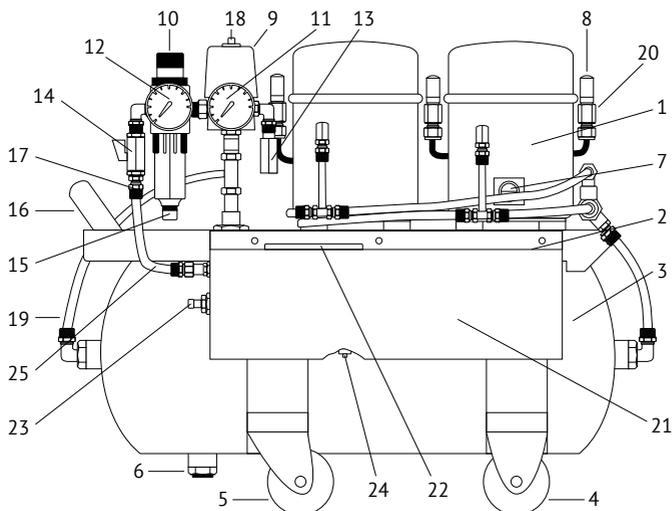

Рис. 1. Компрессор К-25:
4.1 Внешний вид панели показан на Рис. 1.
6.4 Убедившись, что выключатель 18 (Рис.1) выключен, подключите компрессор к сети переменного тока 220 В, 50 Гц, имеющей заземляющий контакт.
7.2.1 Закройте *кран 14 (Рис.1)*.
7.3.1 Закройте *кран 14 (Рис. 1)*.
7.3.2 Соедините *шлангом 25 штуцер компрессора 17* с входом блока усилителя, как показано на *Рис. 1*.
7.4 При кратковременных перерывах в работе достаточно перекрыть *кран 14 (Рис.1)* и стравить воздух из подводящего шланга с помощью присоединенной панели ПСКА или другого оборудования. Для возобновления работы достаточно открыть *кран 14*.